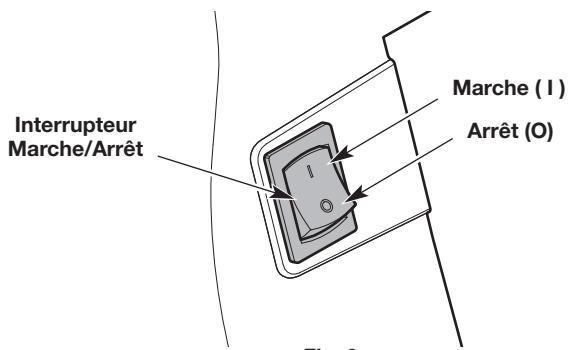

Fig. 9
- REMARQUE :** il n'est pas nécessaire de démarrer l'appareil. L'interrupteur de marche/arrêt est constamment en position de **Marche (I)** (Fig. 9).
2. Appuyez sur l'interrupteur de marche/arrêt et maintenez-le enfoncé en position **d'Arrêt (O)** jusqu'à ce que le moteur s'arrête complètement (Fig. 9).